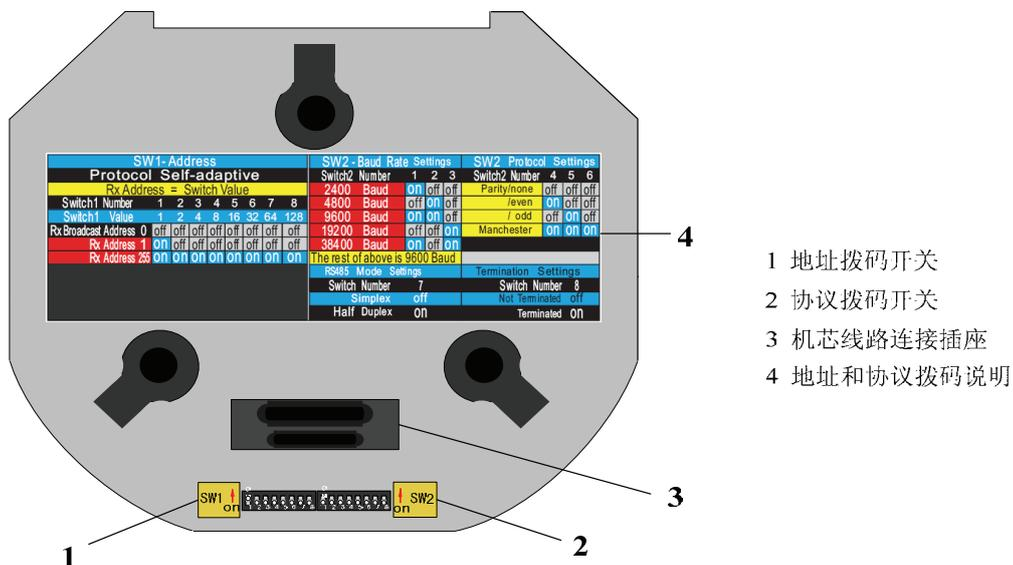

图 2-2-2 机芯底盘示意图
- 3、设置球机地址和波特率等参数。球机机芯底盘,如图 2-2-2 所示，在底板上有 SW1，SW2 两个拨码开关，用来设置球机的地址码、波特率、通讯协议等参数，具体设置方法见 2.4 节“开关设置”。